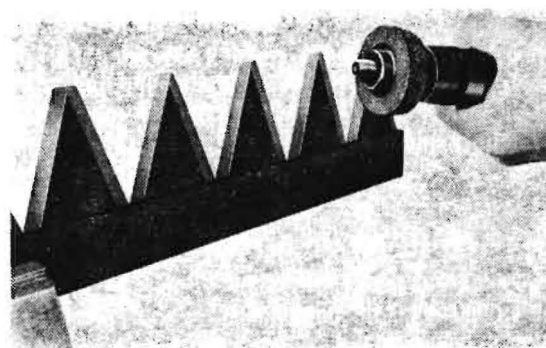

Bild 17/4
2. Mähmesser (MM) fest in Schraubstock einspannen
3. Das Schleifen kann mit einer handelsüblichen Handbohrmaschine, mit in einer biegsamen Welle eingespanntem Schleifkörper oder an einer Schleifscheibe durchgeführt werden (Bild 17/4).
Die Messerklingen für Messerbalken (MB) und Mähmesser (MM) sind gleich. Es muß jedoch stets auf die richtige Einbaulage der Klingen geachtet werden (Bild 17/2).
Die Montage erfolgt in umgekehrter Reihenfolge der Demontage. Zu beachten sind die Einstellmaße, die aus Bild 17/1 „Mähbalken“ hervorgehen.